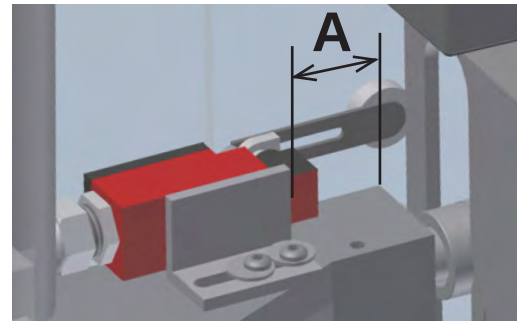

Fig. 4 CE-microschakelaar afstellen, ERGO60 en ERGO100:
**ERGO60** en **ERGO100**, zie Fig. 4, pagina 19.